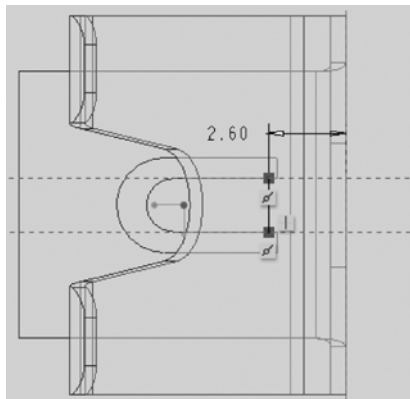

图 5-76 绘制折弯线
(5) 绘制图 5-76 所示的折弯线，单击 （确定）按钮。